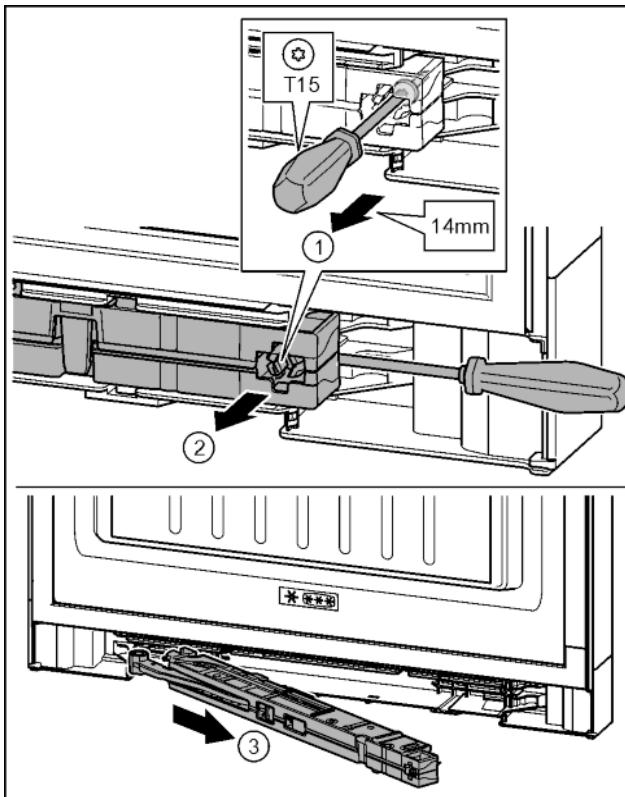

Fig. 20
- За допомогою викрутки T15 ослабте гвинт на демпферному вузлі приблизно на 14 мм. Fig. 20 (1)
- Перемістіть викрутку з боку ручки за демпферний вузол. Поверніть вузол уперед. Fig. 20 (2)
- Витягніть вузол. Fig. 20 (3)